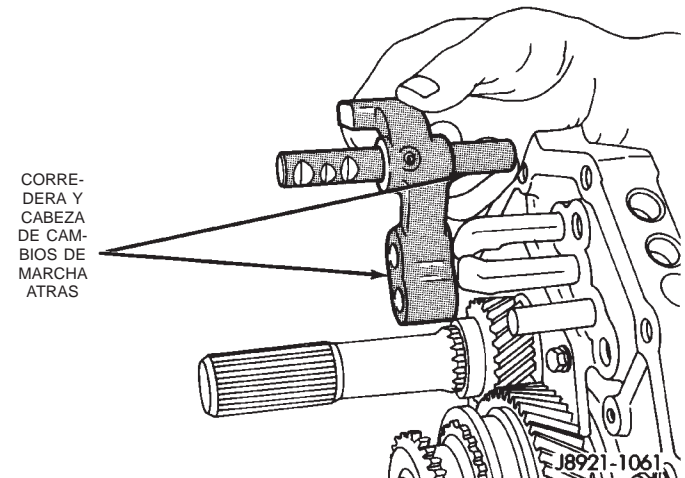

Fig. 55 Desmontaje del conjunto de la cabeza de cambios de marcha atrás
(7) Retire la corredera y la cabeza de cambios de marcha atrás como conjunto de la placa intermedia (Fig. 55).